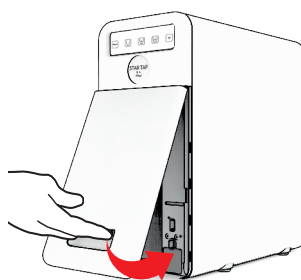

Fig. 2-13
41.11 - Rimontare il sportello frontale, vedi Fig. 2-13. La macchina è pronta per l'uso.